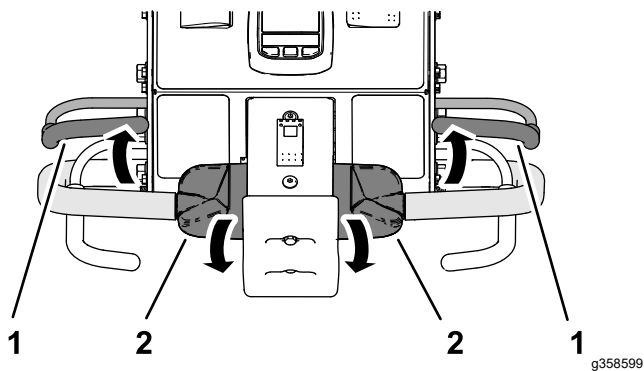

Рисунок 34
3. Удерживая орган управления тягой, отпустите штангу контроля присутствия оператора (Рисунок 34).